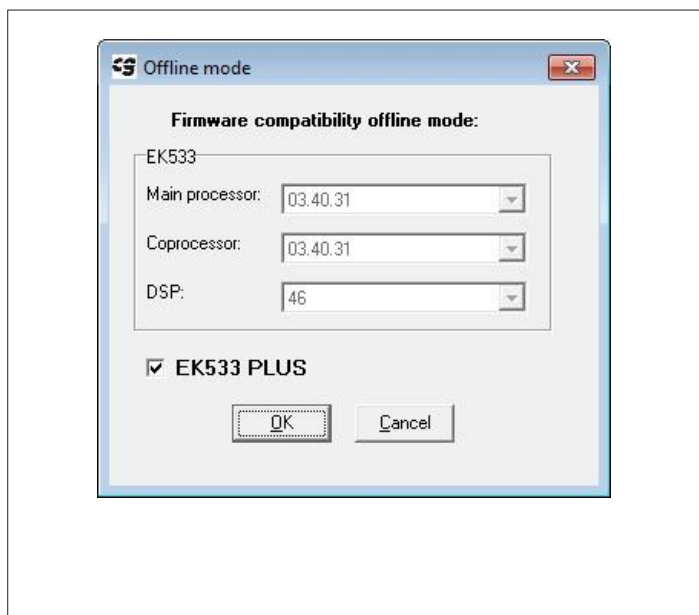

Рис. 86
- Виконайте всі кроки, наведені у розділі 8.1, рис. 86 — рис. 90.